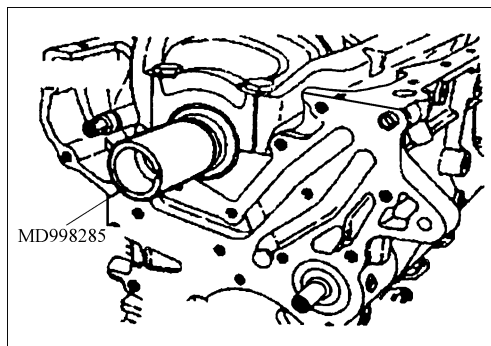

图 2-97 将专用工具安装在曲轴前端
① 如图 2-97 所示，将专用工具安装在曲轴前端，在专用工具的外圆周面薄涂机油，然后装上前盖。